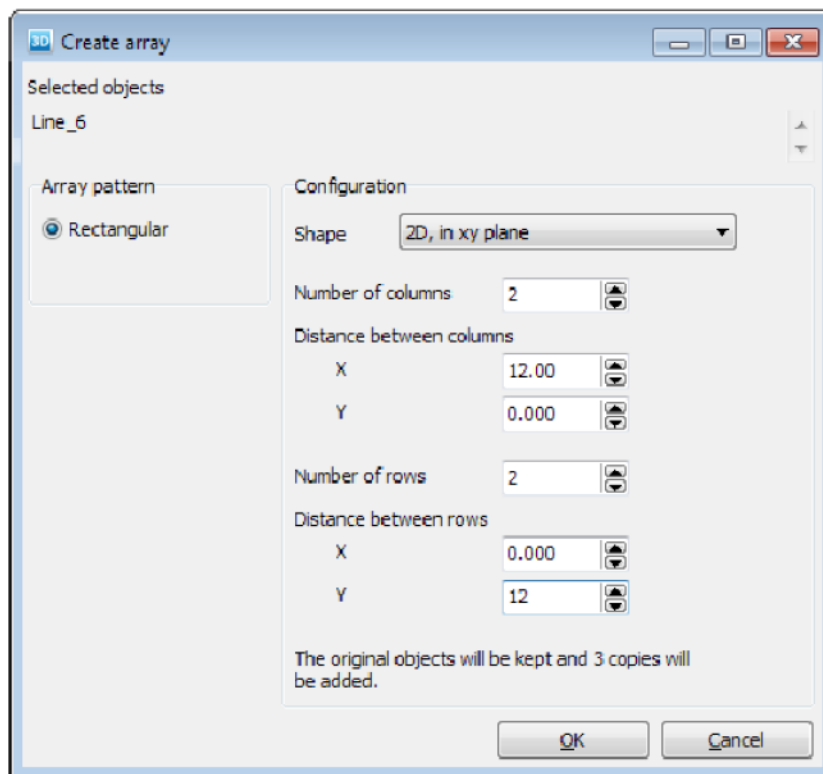

图 3.1 创建阵列(Create array)窗口
- 13) 保持行数为 2。设置行间距为 $x=0$ ， $y=12$ 。详见图 3.1 所示。